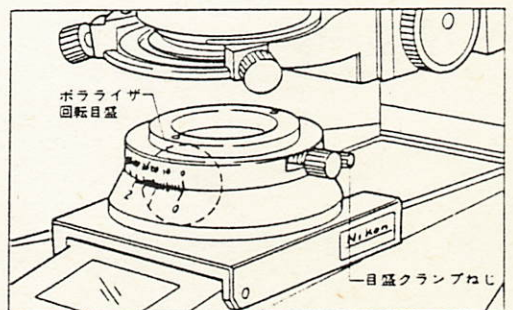

図19
- 8) 目盛クランプねじを緩め、ポライザの回転目盛を0°にし、目盛をクランプします。(図19)